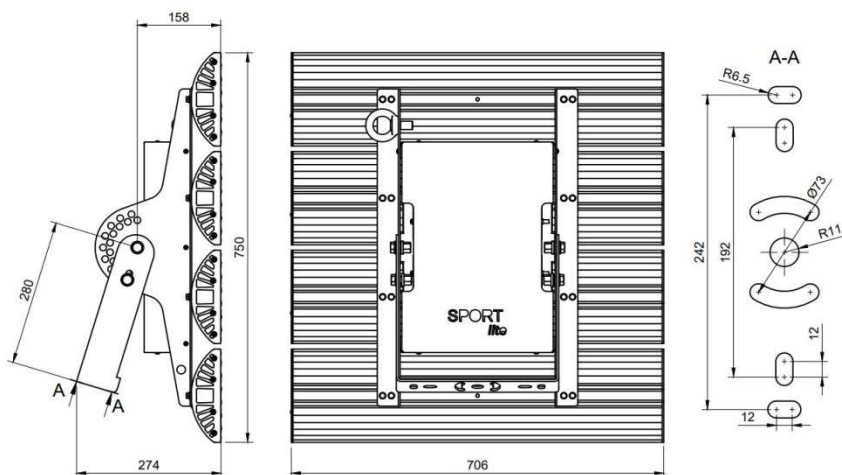

Рис.1 – Внешний вид, габаритные и присоединительные размеры
- 4.1. Монтаж проектора к основанию выполнить винтами M12 (в комплект поставки не входят), через отверстия в опорном кронштейне (см. рисунок 1).